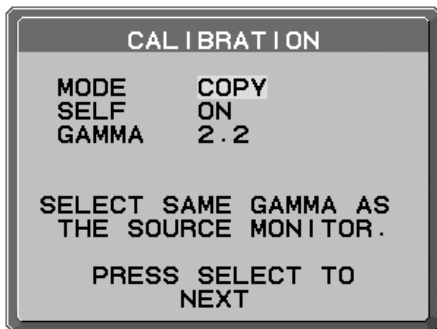

Abbildung C.7
6. Drücken Sie auf Monitor B LINKS oder RECHTS, um für den MODUS die Einstellung KOPIE auszuwählen (**Abbildung C.7**). Wählen Sie unter SELBST die Einstellung EIN oder AUS. Wenn EIN eingestellt ist, wird die Selbstkalibrierung zusammen mit der kopierten Kalibrierung durchgeführt.